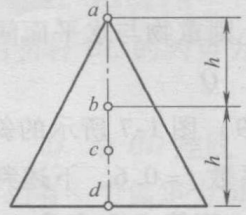

图 1-11
(14) 图 1-11 所示的等腰三角形均质薄板的重心位于 ()。